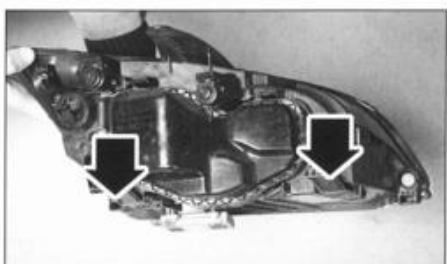

FIG. 16
- Hundir los 2 bloques (fig. 16) de aproximadamente 1 cm y separar el proyector.